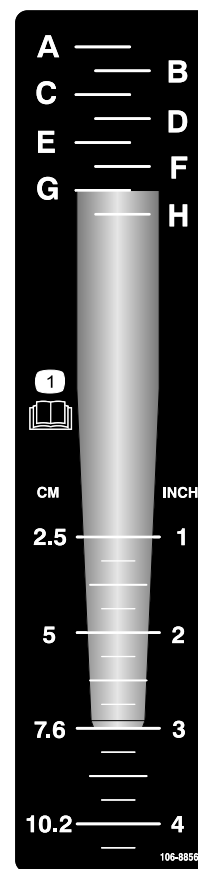

Рисунок 23
1. Положите зуб на наклейку глубины, расположив конец зуба на линии с требуемой глубиной аэрации, как показано на Рисунок 23.
зуба (Рисунок 23). Настройте устройство регулировки глубины по соответствующей букве на наклейке.